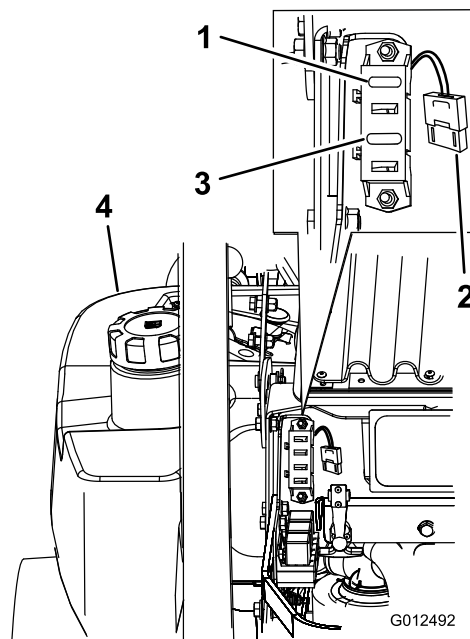

Figura 51
1. Sbloccate il cofano del motore ed alzatelo per accedere al portafusibili (Figura 51).
3. Montate un fusibile nuovo (Figura 51).